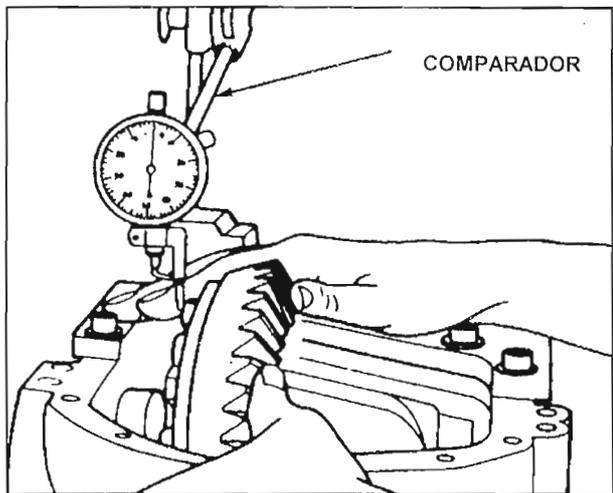

Fig. 54
Empuje el conjunto de la capa de satélites (con la corona) en la dirección opuesta al piñón de ataque. Mientras está empujando, coloque el comparador a cero (0) Fig. 54.